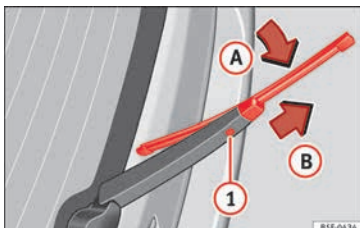

Fig. 82 Cambio de la escobilla de la luneta trasera.
- Rote la escobilla ligeramente » **fig. 82** (flecha **A**).